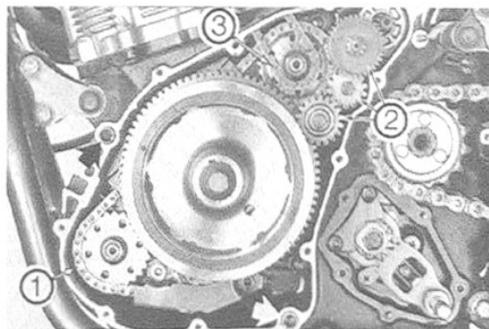

Bild 76
- Wellen der Starter-Zwischenzahnäder von Hand herausziehen und Räder und Anlasser-Drehmomentbegrenzer (ab Baujahr 1991) entnehmen (Bild 76).